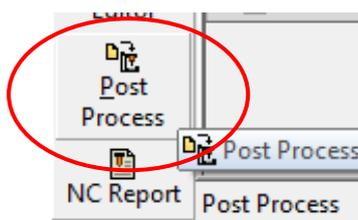
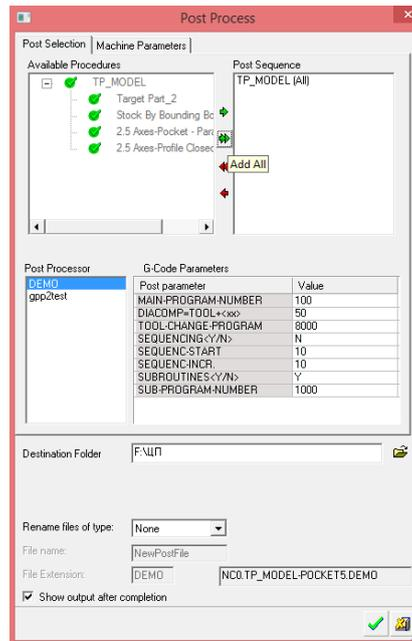

Рисунок 37 – Кнопка «Пост процессирование»
Рисунок 38 – Окно настройки вывода пост процессора
3.9 Вернувшись в основное окно программы, выберем пункт меню «Пост процессирование» (рисунок 37). В появившемся окне нажмем двойную зеленую стрелочку, для добавления всех файлов. Так же в этом окне выбирается место сохранения файла. Поставим галочку в пункте «Показать файл вывода после завершения» (рисунок 38). Для подтверждения выбора жмем Зеленую галочку. Открывшееся окно блокнота с текстом Управляющей программы, модель и окно Пост процессора показаны на рисунке 39.